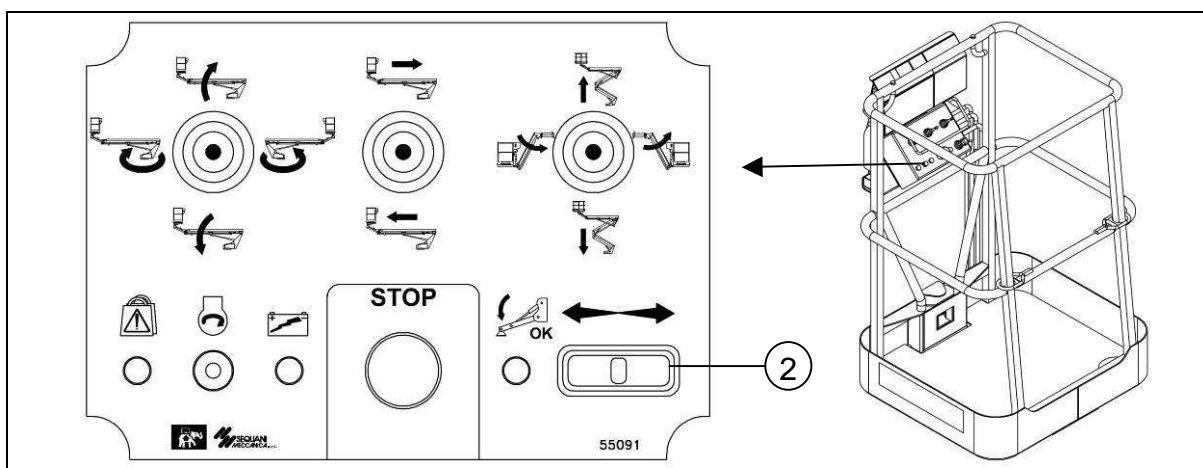

fig. 4.3.6
- Den Arm bewegen, indem man die Steuerhebel (**fig. 4.3.6**) langsam in die gewünschte Position bringt.